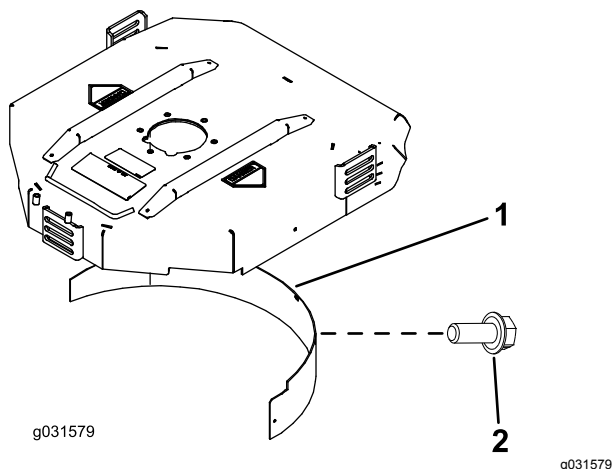

Figura 11
2. Instale el deflector de mulching en el hueco trasero y fíjelo con 5 pernos con arandela prensada (Figura 11).